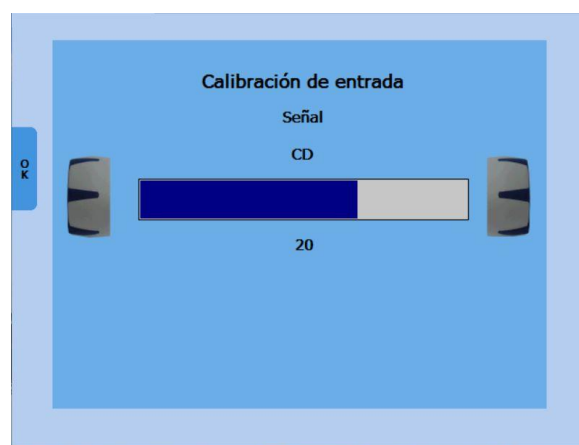

Imagen 8
Para calibrar la entrada de habla del CD, seleccione CD con el botón de selección de señal (11). Presione el botón Monitor (6), luego Calibr (17) y se mostrará la pantalla de calibración (Imagen 8).